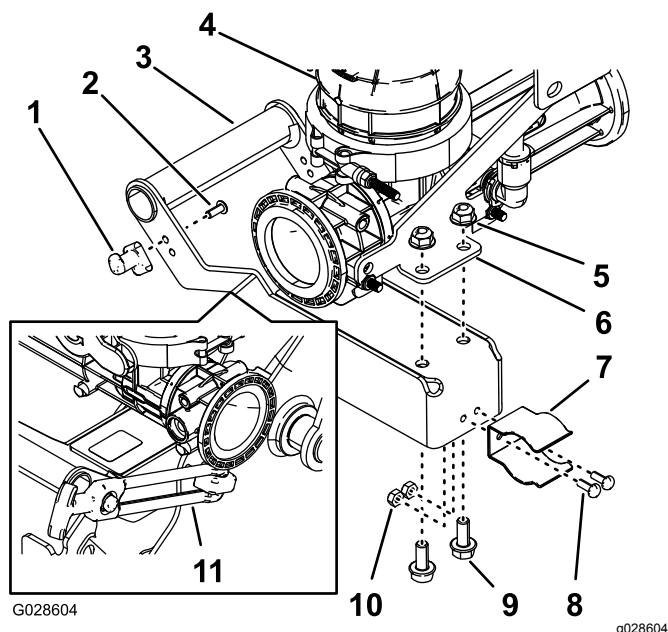

Figure 21
1. Montez l'ergot de verrouillage de la poignée du mélangeur (Figure 21) au moyen de 2 vis à tête creuse (n° 10-24 x 1/2").
2. Fixez le clip élastique sur la poignée de verrouillage (Figure 21) au moyen de 2 boulons (n° 10-24 x 1/2") et 2 contre-écrous (n° 10-24).
3. Fixez la poignée à la plaque de montage du mélangeur (Figure 21) au moyen de 2 boulons à embase (5/16 x 3/4") et contre-écrous à embase (5/16").